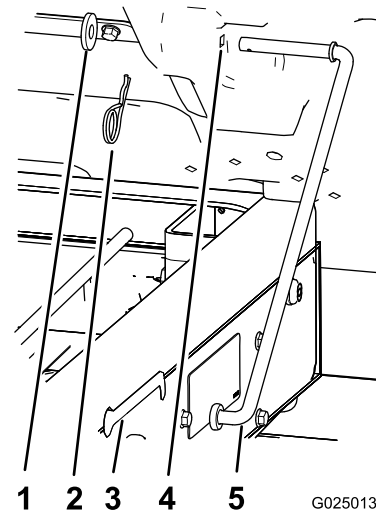

Figura 13
1. Retire el pasador de horquilla y la arandela que sujetan la varilla de sujeción a la cara inferior de la plataforma (Figura 13).
2. Deslice la varilla de sujeción hacia adelante para retirarla del soporte del bastidor (Figura 13).